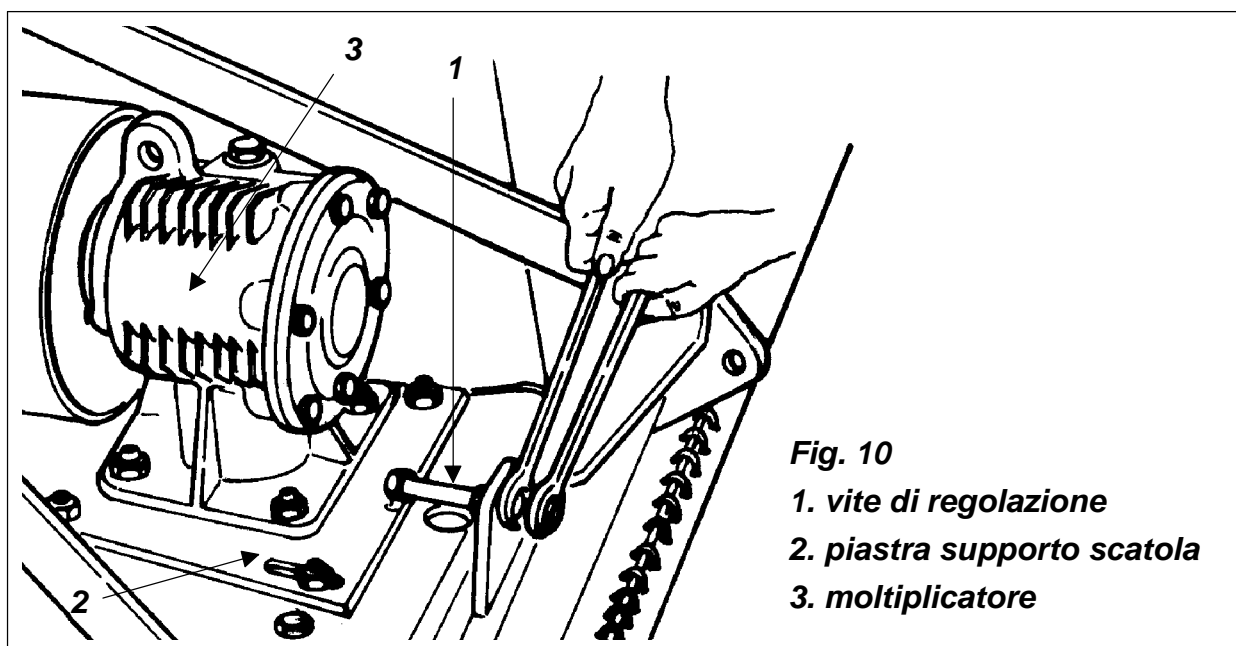

Fig. 10
Per la regolazione della tensione delle cinghie occorre procedere come segue (vedi fig. 10):
3. Allentare i 2 dadi bloccanti la vite di registrazione che collega la piastra supporto scatola alla piastra centrale (**vedi fig. 10**).
2. Allentare i dadi che bloccano il supporto scatola (**vedi fig. 10**).
3. Allentare i dadi e svitare la vite di regolazione cinghie (**vedi fig. 10**) in modo che la scatola ingranaggi si sposti tutta in avanti.
7. Svitare i dadi che fissano la piastra supporto scatola alla piastra centrale (**vedi fig. 10**) e sollevare la scatola ingranaggi e piastra.